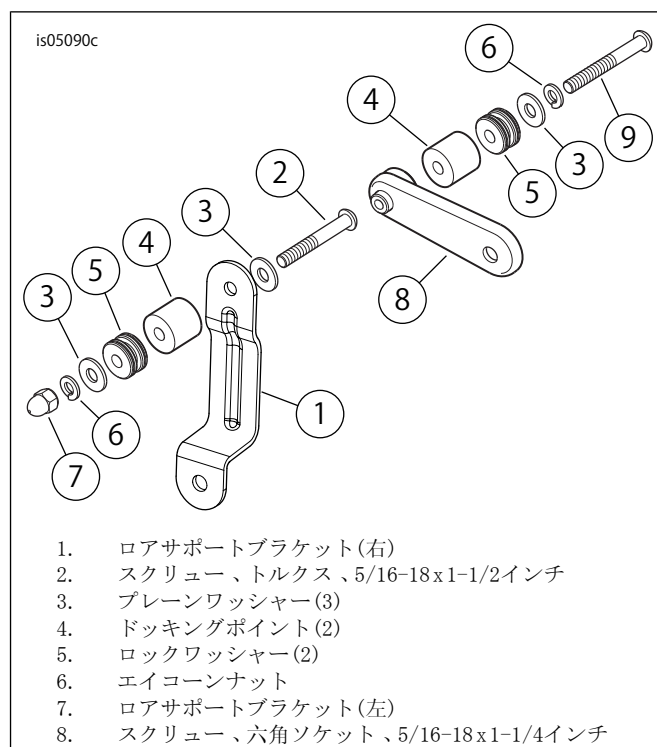
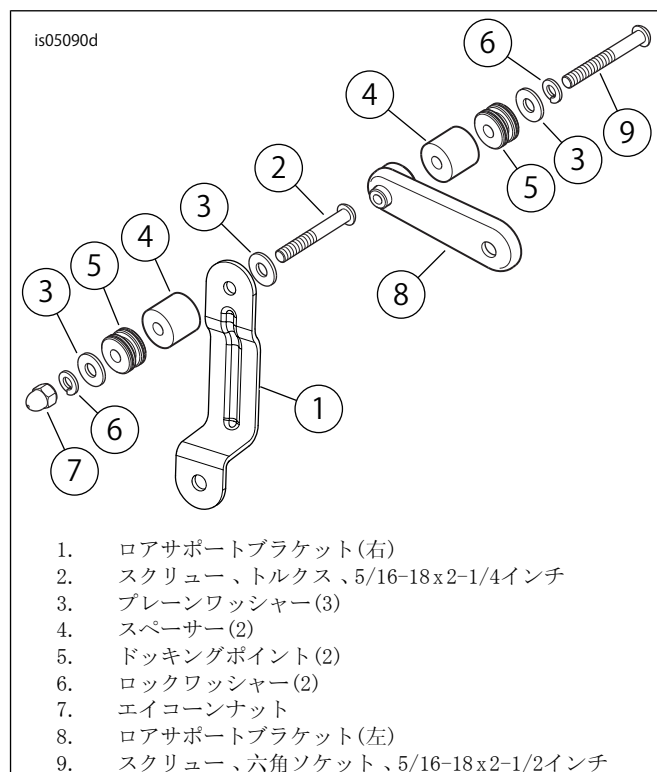

図2。ロアサポートブラケットアッセンブリー(サドルバッグのみ)
図3。ロアサポートブラケットアッセンブリー(複数のデータチャプルがある場合)
1. 「図2」を参照してください。平ワッシャー(3)および5/16-18x38.1 mm (1 1/2 in) 長トルクス®スクリュー(2)をドッキングポイントキットから取り出します。ワッシャーをスクリューのねじ山に取り付け、スクリューを右ロアサポートブラケット(1)の上側の穴に図のように挿入します。
1. 「図2」を参照してください。5/16-18x32 mm (1 1/4 in) 長の六角ソケットスクリュー(8)をドッキングポイントキットから取り出します。最初にロックワッシャー(5)、次にプレーンワッシャー(3)およびドッキングポイント(4)をスクリューのねじ山にはめます。
1. 「図3」を参照してください。各モデルのロアサポートブラケットを選択します。図2に示すようにブラケットの向きを合わせます。平ワッシャー(3)および5/16-18x57.2 mm (2 1/4 in)長トルクスクリュー(2)をドッキングポイントキットから取り出します。ワッシャーをスクリューのねじ山に取り付け、スクリューを右ロアサポートブラケット(1)の上側の穴(小さい方の穴)に図のように挿入します。
1. 「図3」を参照してください。5/16-18x63.5 mm (2 1/2 in)長の六角ソケットスクリュー(9)をドッキングポイントキットから取り出します。最初にロックワッシャー(6)、次にプレーンワッシャー(3)およびドッキングポイント(5)をして厚いスペーサー(4)をスクリューのねじ山にはめます。